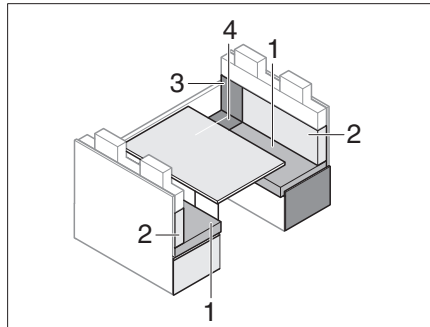

Bild 208 Före ombyggnaden
- Ta bort ryggdynan (Bild 208,2) och lägg den åt sidan.